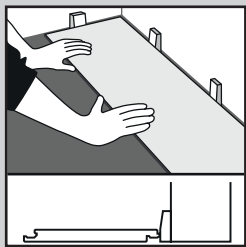

Fig. 1
1. Comience con un tablón/baldosa completo a lo largo de la pared y calcule cuántos habrá a lo ancho hasta el otro extremo de la sala. Si va a haber una fila de tablonces/baldosas estrechas a lo largo de la pared opuesta, corte la primera fila. Instale el producto con el lado de la lengüeta/del corte hacia la pared. Coloque separadores de 5 mm entre el tablón/baldosa y la pared (Fig. 1).